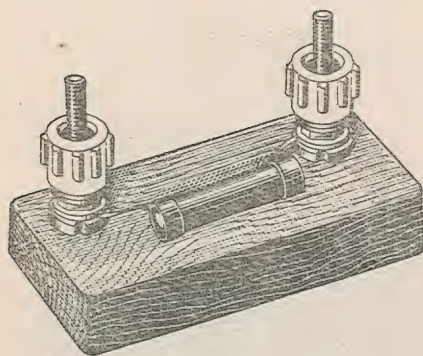

Рис. 9.
9. Сопротивление 30 ком (рис. 9). Условное обозначение — R_2 .